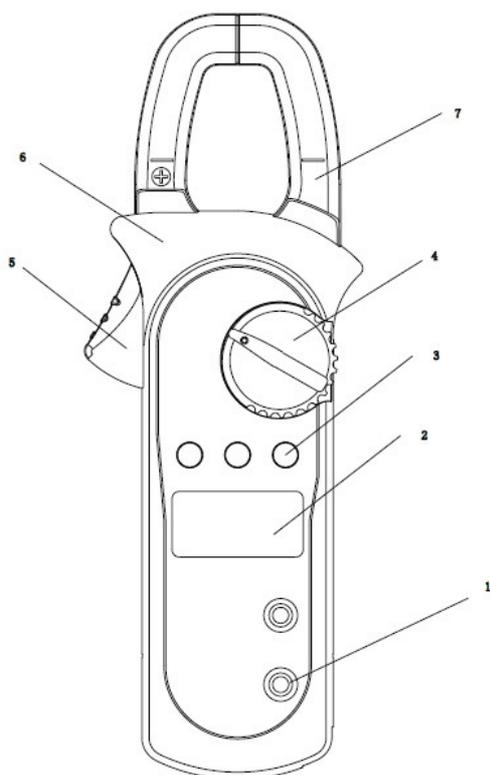

Рис.1
**V. Описание передней панели (см. рис.1)**